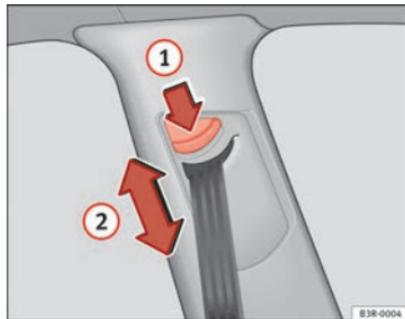

Fig. 16 Regulação da altura do cinto (dispositivo-guia)
- Premir o botão ⇒ Fig. 16  para ajustar a altura do cinto.
- Deslocar o dispositivo-guia para cima ou para baixo, de modo que a faixa do ombro deslize aproximadamente pelo centro do mesmo, mas **em caso algum por cima do pescoço** ⇒ Fig. 16  ⇒  em Posição da faixa do cinto de segurança na página 25.